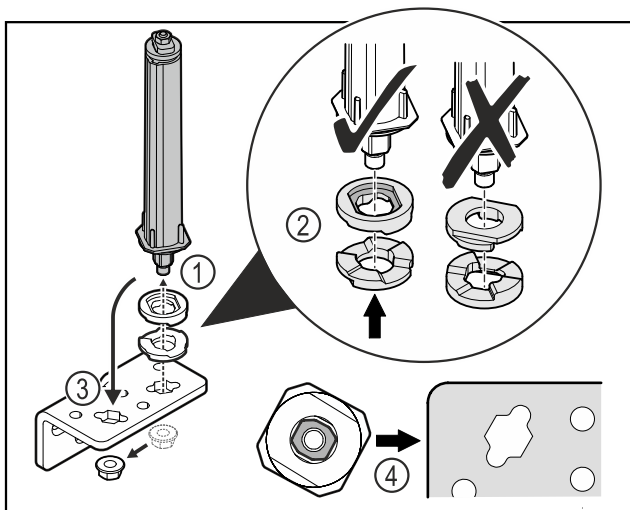

Fig. 36
- ▶ Lironi dadon dhe hiqni sistemin e mbylljes së derës Fig. 36 (1).
- ▶ Bëni kujdes për orientimin e saktë të rondelave të rregullimit të lartësisë Fig. 36 (2).
- ▶ Ktheni sistemin e mbylljes së derës në profilin e menteshës në anën tjetër dhe shtrëngojeni atë me dado Fig. 36 (3).
- ▶ Gjatë vendosjes, bëni kujdes për orientimin e saktë të sistemit të mbylljes së derës Fig. 36 (4).